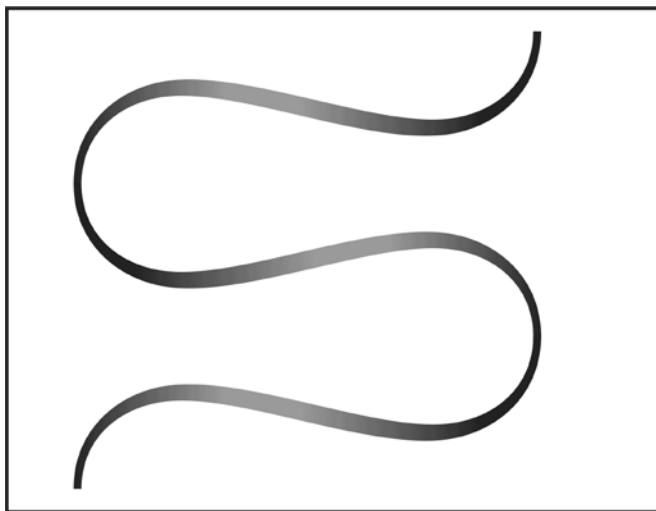
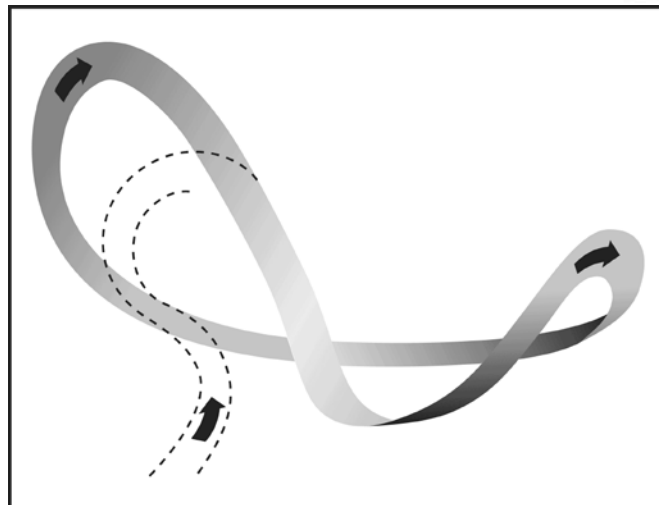

Bild 15: Wingover
Bild 16: Hohe Wingover
2. Manöver mit einer Querneigung von mehr als 90° sind nach deutschem Gesetz Kunstflug und deshalb in Deutschland verboten. Wir wollen leichte Wingover fliegen, wobei wir unterhalb dieser 90° bleiben werden. Die Flugbahn, von oben betrachtet, entspricht einer Schlangenlinie wie in Bild 15. Je höher die Wingover geflogen werden, desto enger schieben sich diese Schlingen zusammen bis am Schluß die Flugkurve einer stationären Acht gleicht (Bild 16). Es ist